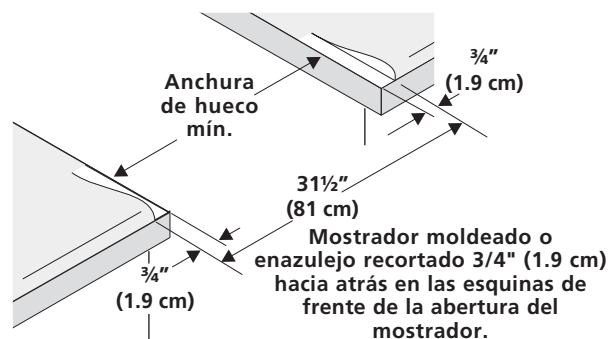

Figura 4
- **El reborde de frente de mostradores moldeados** deben tener bordes moldeados a 3/4" (1.9cm) a partir de cada extremidad de la apertura (Figura 4).
- **Los mostradores enazulejos** deberán necesitar un recorte de 3/4" (1.9 cm) a partir de cada extremidad y/o un borde redondeado aplanado (Figura 4).